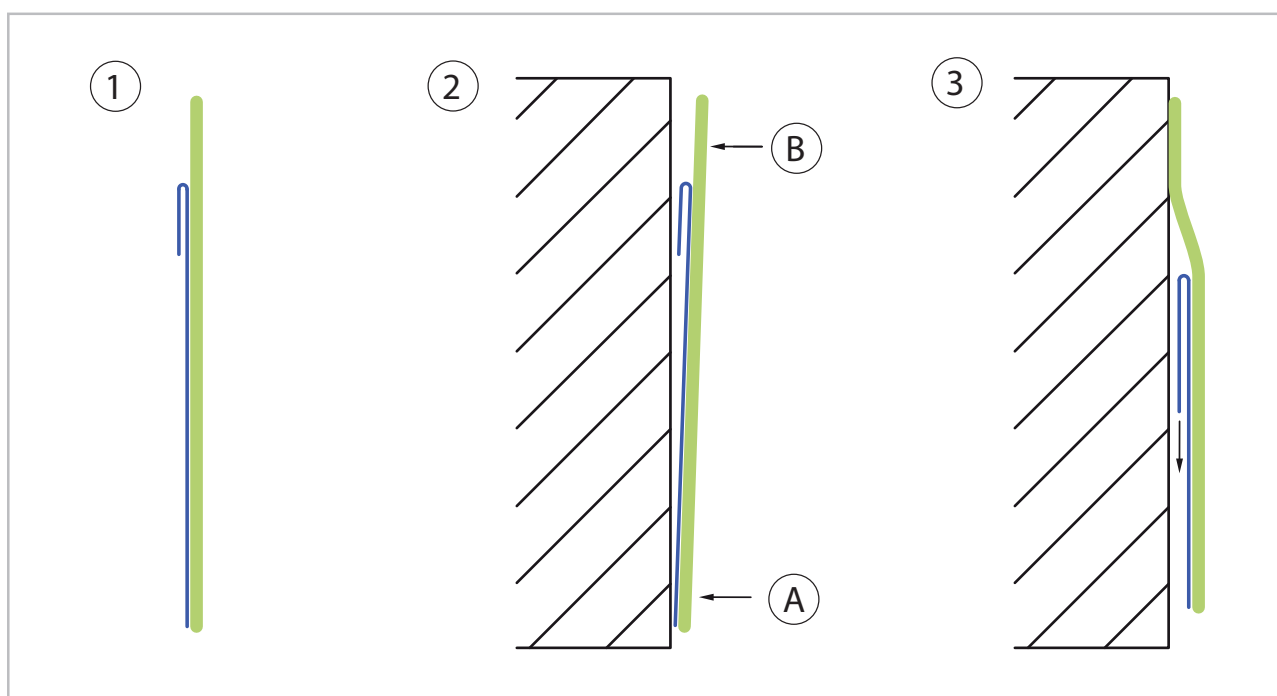

Abb. 6: Montage Wannenheizung
3. ➔ Lösen Sie das Stützpapier von der Ecke ab, die am weitesten von der Leiterverbindung entfernt ist. Entfernen Sie ca. 50 mm des Stützpapiers (siehe [1] in Abb. 6).
4. ➔ Legen Sie die Heizung sofort nach abziehen des Papiers in Position, um zu vermeiden, dass sich Staub oder Abrieb auf der Kondensatwanne ablagert. Positionieren Sie das Ende der Heizung mit den geschützten Klebeflächen (siehe [2-A] in Abb. 6) auf der Kondensatwanne. Drücken Sie dann die Fläche mit den ungeschützten Klebeflächen (siehe [2-B] in Abb. 6) an die Kondensatwanne.
5. ➔ Legen Sie die Heizung in ihre exakte Position, ziehen Sie das Stützpapier zurück rollen Sie sie von einer Ecke entgegengesetzt der zu erhitzenden Oberfläche, drücken Sie sie fest an, damit ein bestmöglicher Kontakt entsteht (siehe [3] in Abb. 6).